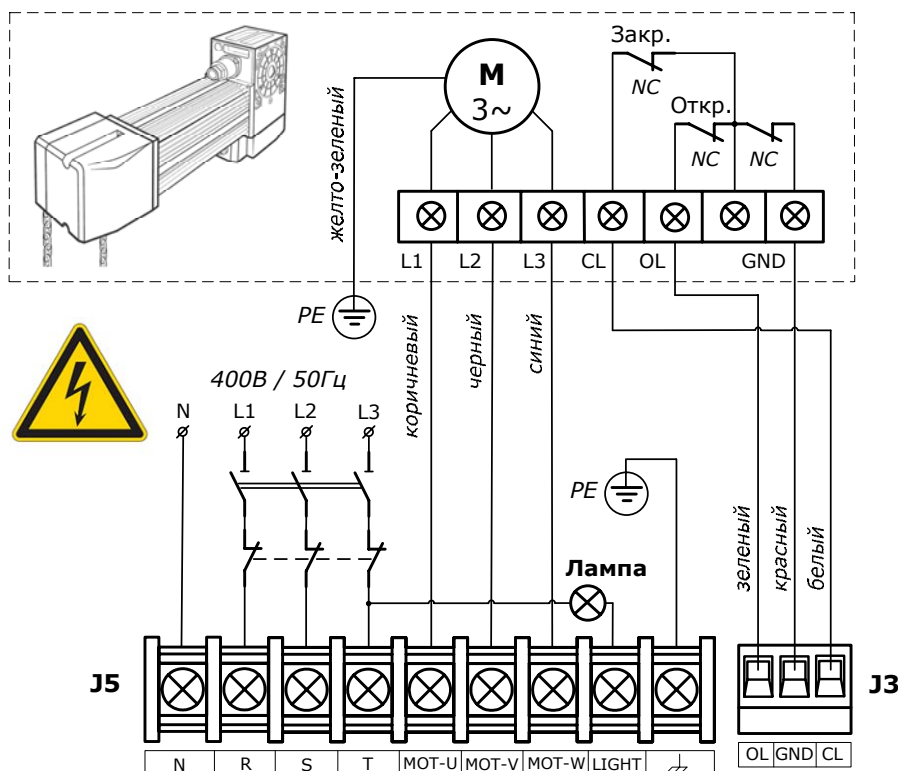
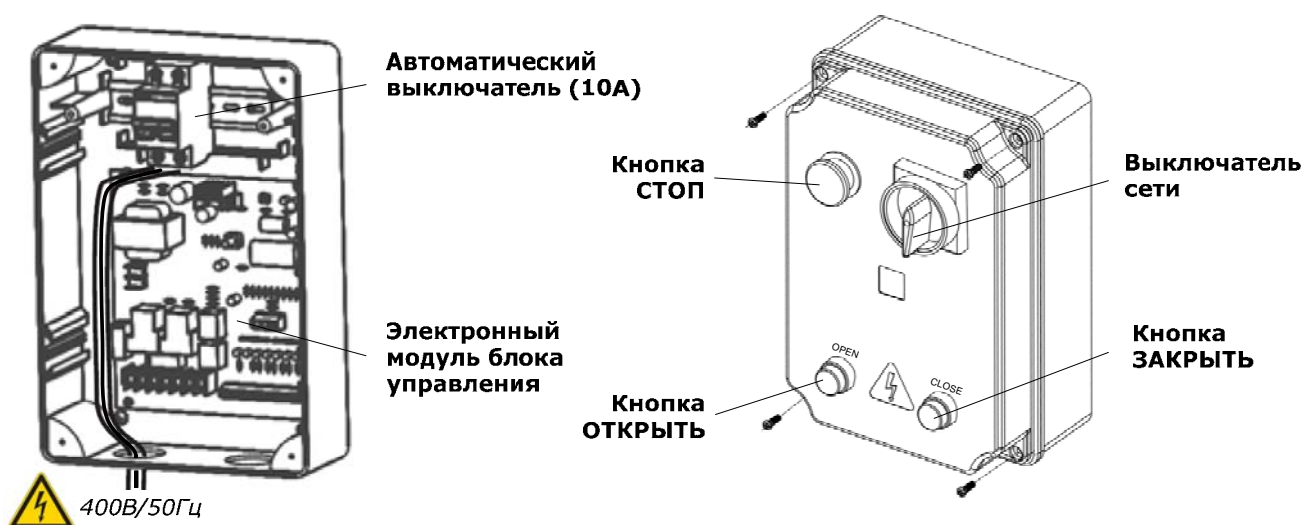

Рис. 7. Электрические подключения привода к блоку управления
Рис. 9. Блок управления DGT-C06-380V
При подключениях электродвигателя и выключателей конечных положений (Рис. 7) используйте предлагаемые кабели из комплекта привода (Таблица 1), четырехжильный (4G1,5мм²) и трехжильный (3×0,5мм²) соответственно.
Для сигнализации о движении ворот к блоку управления привода может быть подключена проблесковая лампа (Рис. 7) 230В, макс. 60Вт. Проблесковая лампа подключается к клеммам «LIGHT» и «Т».
Подведенные к блоку управления провода фаз электрической сети подключите (Рис. 7) к автоматическому выключателю (Рис. 9). Нейтральный провод подключите к клемме «N» модуля блока управления (Рис. 7), провод защитного заземления к клемме «». Все подключенные к блоку управления кабели и провода должны быть связаны и закреплены, для этого воспользуйтесь стяжками из комплекта блока управления.
- Переведите автоматический выключатель (Рис. 9) во включенное положение - ON.
- Проверьте наличие индикации на электронном модуле блока управления согласно таблицы 7. Если индикации нет или не соответствует требуемой, отключите блок управления и внимательно проверьте все подключения (сверьтесь с разделом «9. Неисправности и рекомендации по их устранению»). Если к приводу подключены фотоэлементы, необходимо проверить приемник (RX). Если индикатор приемника не светится или моргает, это означает, что сигнала нет или сигнал прерывается из-за неточной регулировки фотоэлементов.
- С помощью кнопок ОТКРЫТЬ (OPEN) и ЗАКРЫТЬ (CLOSE) проверьте, что движение полотна ворот осуществляется в требуемых направлениях. Если направление вращения выходного вала привода не совпадает с требуемым, отключите электрическую сеть и поменяйте местами провода подключения на клеммах «MOT-V» и «MOT-W» (Рис. 7).